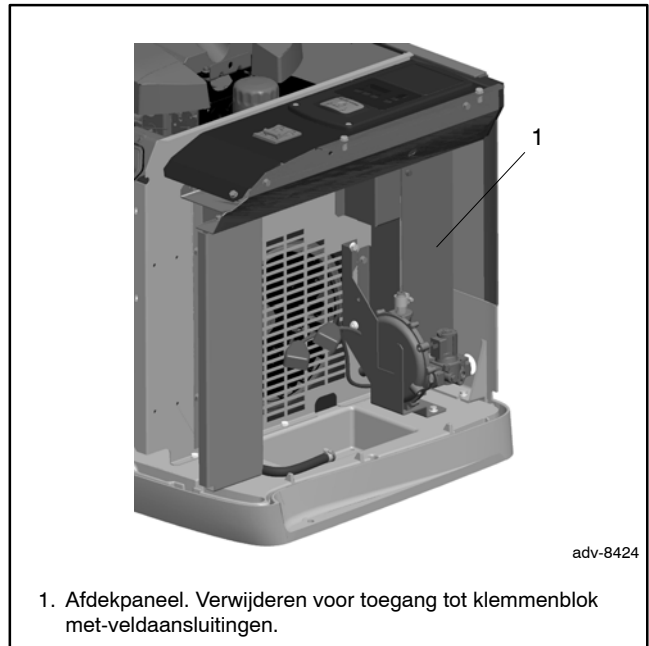

Afbeelding 1-16 Locaties ingangspunten elektrische leidingen
Boor of sla gaten in de behuizing voor de elektrische leidingen op de locaties die worden aangegeven in Afbeelding 1-16. Een compleet-sjabloon met de juiste maten voor afstanden tussen de openingen vindt u in Appendix B. Zie pagina 59.
1. Boor gaten voor de leidingaansluitingen. Zie Afbeelding 1-16 en Appendix B voor de aanbevolen locaties voor de elektrische ingangen. Voer de kabels door de openingen.